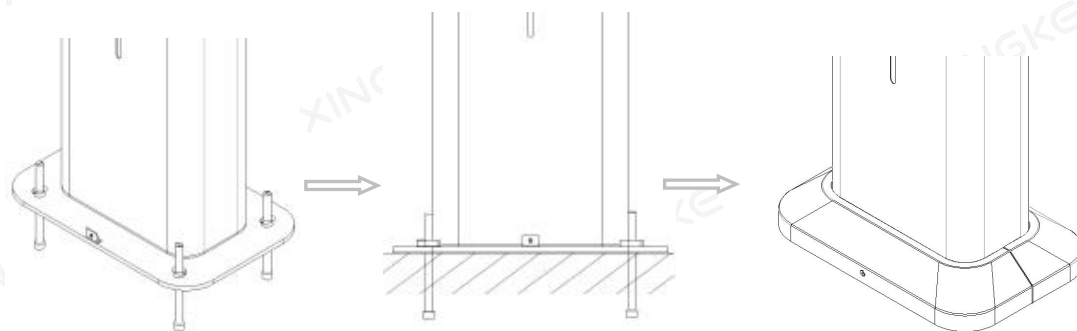

图 5 桩体安装完成示意图
3. 将充电桩底座放置在地基上并使 4 个膨胀螺丝穿过底座固定孔，将膨胀螺丝拧紧固定并将底座盖板装回原处。如图 5：